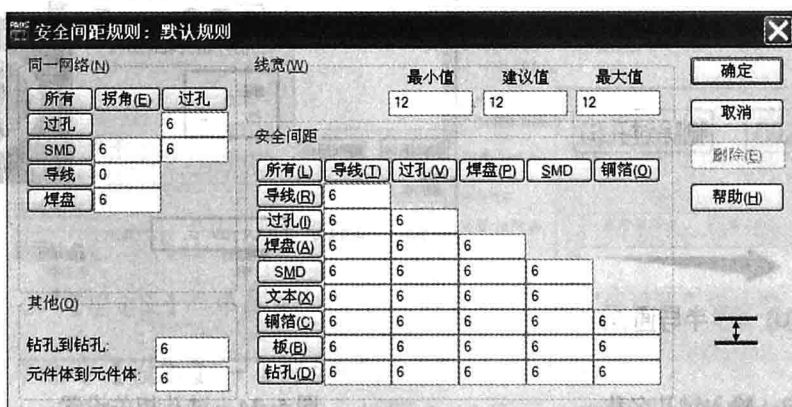

图 5-38 “安全间距规则：默认规则”对话框
出“安全间距规则：默认规则”对话框，这个对话框中的数据用于定义各种元素之间的安全间距数值，如图 5-38 所示。
(4) 设置默认的线宽。在图 5-38 所示对话框中，可以设置线宽的最小值、建议值和最大值，如图 5-41 所示。
(5) 设置“同一网络”规则和“其他”的规则。在图 5-38